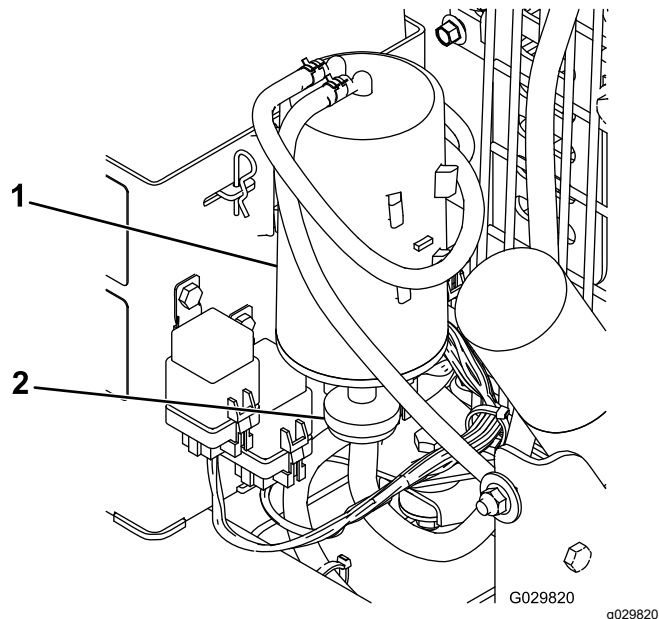

Figura 23
2. Retire e descarte o filtro de ar do recipiente de carbono, mas guarde os tubos (Figura 23).